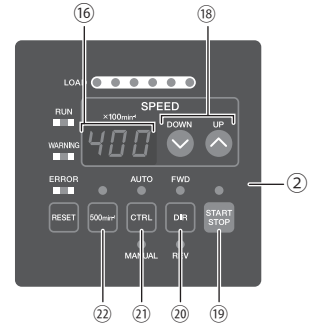

Fig. 24
15 - 1 Sélection du mode de contrôle (MANUEL/AUTO). (Sélectionner la touche de contrôle (CTRL) ⑲ de la figure 24.)
- (1) Avec la touche de contrôle (CTRL), vous pouvez sélectionner le mode manuel (commande par le pavé de contrôle) ou automatique (source externe de signal). La source externe de signal peut être utilisée notamment pour contrôler le démarrage/l'arrêt du moteur, le sens de rotation et la vitesse du moteur à partir d'une commande numérique externe (CNC).
- (2) Pour un fonctionnement avec le panneau de commande du BOÎTIER DE CONTRÔLE, appuyez sur la touche de contrôle (CTRL) de la figure 24 et sélectionnez le mode MANUEL. La lampe MANUAL s'allumera.
Pour un fonctionnement par une source externe de signal, appuyez sur la touche de contrôle (CTRL) de la figure 24 et sélectionnez le mode AUTO. La lampe AUTO s'allumera.
- (1) Sélection du sens de rotation du moteur (appuyez sur la touche direction de rotation (DIR) ⑳ de la figure 24.)
- (2) Sélection de la vitesse de réglage 500 min⁻¹ (tr/min) (appuyez sur la touche 500 min⁻¹ ㉒ voir figure 24.)
- (3) Démarrage/Arrêt du moteur (Démarrage/Arrêt du moteur en appuyant la touche Démarrage/Arrêt (START/STOP) ⑲ de la figure 24.)
- (4) Réglage de la vitesse moteur (utilisez les touches d'ajustement de vitesse moteur (SPEED ⬇️, ⬆️) ⑱ de la figure 24.)
Le réglage du paramètre $P2$ à U_n permet de régler la vitesse moteur en mode automatique en utilisant la touche d'ajustement de vitesse moteur (SPEED  , ) $\textcircled{18}$ de la figure 24.